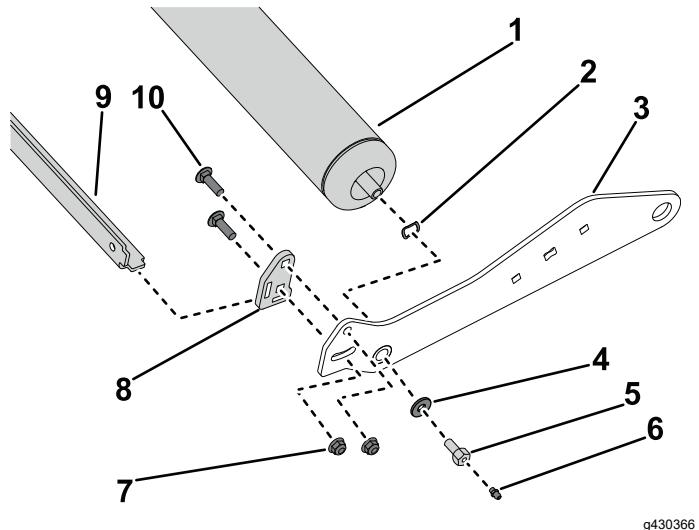

Figura 3
1. Insira a anilha de mola em cada ponta do eixo do rolo (Figura 3).
2. Insira um braço de rolos em cada ponta do eixo do rolo (Figura 3).
3. Fixe o braço do rolo aos 2 eixos do rolo com a anilha reforçada (apenas do lado direito) e 2 parafusos do eixo do rolo. Enrosque os 2 bocais de lubrificação nos parafusos do eixo do rolo se não tiverem sido enroscados previamente (Figura 3).
4. Insira as abas de montagem do raspador do rolo nas ranhuras de cada braço do raspador (Figura 3).
5. Instale os braços do raspador nos braços do rolo (Figura 3).
6. No lado esquerdo do braço do rolo, aperte o braço do raspador ao braço do rolo com 2 parafusos de carroçaria ($\frac{5}{8}$ pol.) e 2 porcas nyloc ($\frac{5}{8}$ pol.) (Figura 3). Repita o processo no braço direito do rolo.